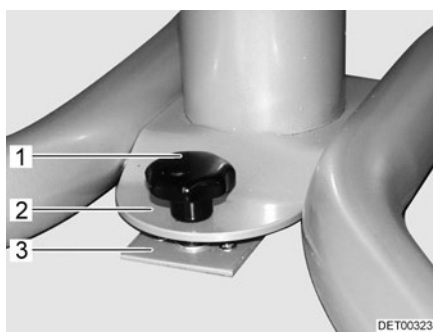

Fig. 85 Bloqueo mesa fija
- Colocar la mesa fija con la placa con agujero (Fig. 85,2) sobre la sujeción (Fig. 85,3).
- Desplazar la mesa fija de tal manera que el tornillo de sujeción (Fig. 85,1) pueda atornillarse en la sujeción (Fig. 85,3).